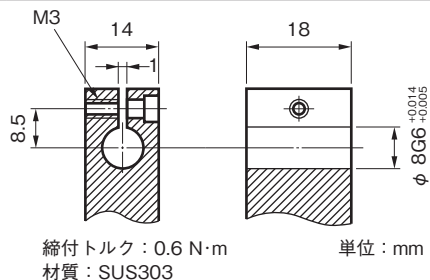

図 3. 取付ホルダーの寸法および寸法公差
- ・ 機械装置への取付けに際しては、締付けすぎによる測長ユニットの損傷を防ぐため、フランジアダプタ DZ830F (別売アクセサリ) のご使用をおすすめします。DZ830F を使用できない場合は、図 3 の寸法および材質のホルダーをご用意いただき、規定トルク $0.6 \text{ N}\cdot\text{m}$ で締付け、固定してください。
- ・ システムは、図 3 のようにスリワリ部をねじで締め込むように取付けてください。絶対に、 $\phi 8$ 穴垂直方向にねじ切りをしてシステムを押しねじで締め込む取付けは、行なわないでください。摺動不良や精度不良の原因となります。